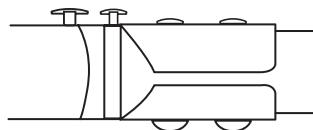

Рис. 3
4. Вставьте винт с шайбами через отверстия на зажимной опоре и стойке. Тую затяните гайку (рис.3).